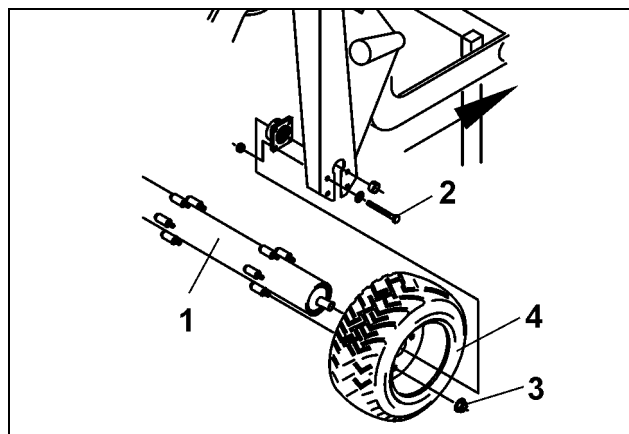

Fig. 106
- Bloquez le rouleau avec des cales pour l'immobiliser et dévissez le rouleau (Fig. 106/1). A cet effet enlevez les vis de fixation des deux côtés (Fig. 106/2)
- Enlevez les écrous six pans (Fig. 106/3) et extraire les pneumatiques (Fig. 106/4) du rouleau.